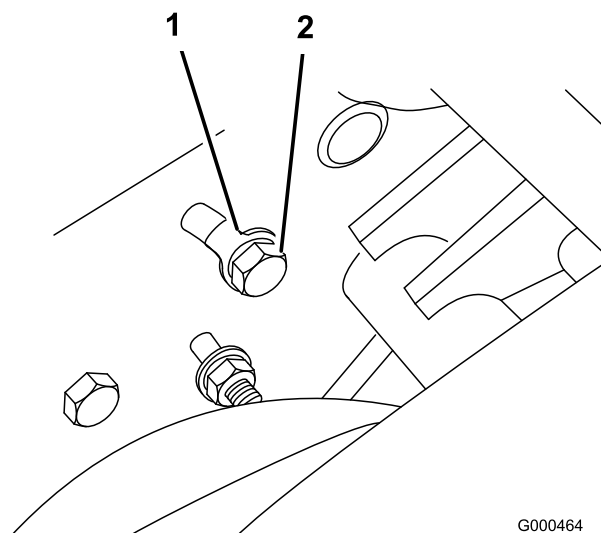

Figura 47
- A. Allentate la vite a testa cilindrica che sul retro della piastra laterale fissa la staffa di rinvio alla piastra stessa (Figura 47).